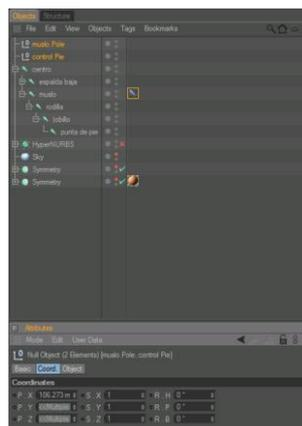

FIGURA 24 CAMBIAR LOS VALORES DE CONTROLADOR.
Vamos a mover el tobillo. Goal y el muslo. Pole fuera de la cadena pie y cambiamos los valores de rotación a (0). **FIGURA 24.**